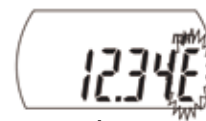

Fig. 3
2. La letra "E" apareciendo temporalmente al final de la pantalla mientras se mueve el husillo es normal. Sin embargo, si aparece continuamente cuando el husillo está en descanso se necesita reparar. (**Fig. 3**)